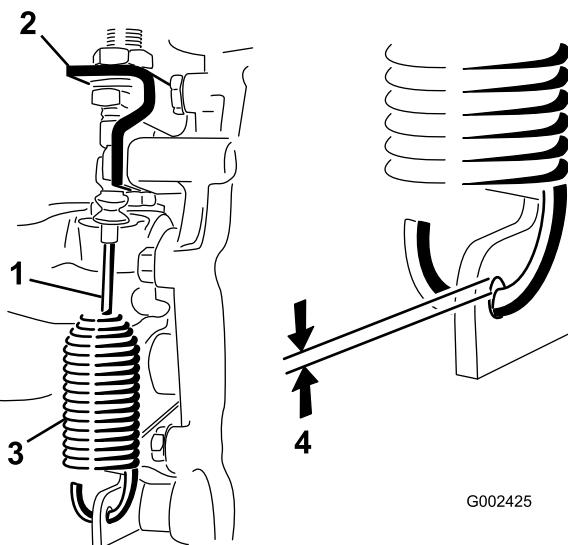

図 55
- デファレンシャルロックケーブルをトランスアクスルのブラケットに固定しているジャムナットをゆるめる図55。